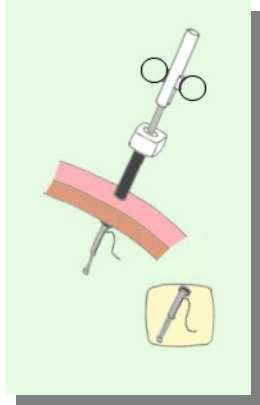

Figura 1
1) Introdurre, attraverso il trocar, lo strumento in posizione "chiuso" (Figura 1). Durante l'uso dello STOP GAP è indispensabile che il trocar nel quale è introdotto, sia inserito nella parete addominale solo quel tanto che basta a permettere un'agevole fuoriuscita della punta dell'ago dalla cute. Inoltre si deve assolutamente evitare la sua totale estrazione accidentale. Tale eventualità infatti determina la rapida scomparsa del pneumoperitoneo con accollamento dei visceri alla parete addominale ed impossibilità della visione sul monitor dello STOP GAP, la cui posizione deve essere invece costantemente controllata per evitare qualsiasi tipo di lesione.